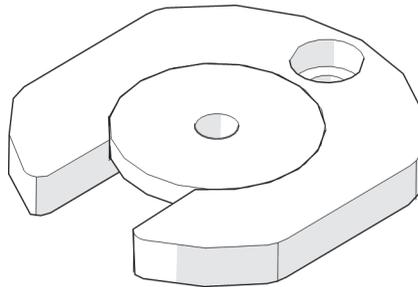

Figure 2-15 Extracteur de roue avec rondelle
17. Retirez la rondelle du centre de l'extracteur de roue (Figure 2-15 à la page 101).